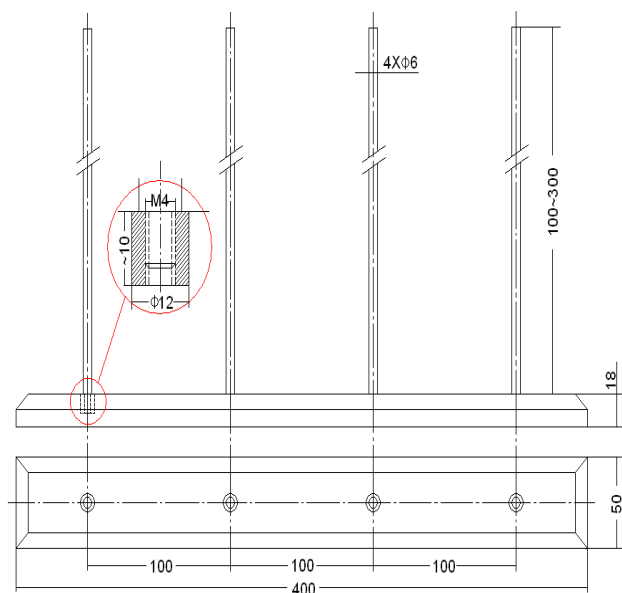
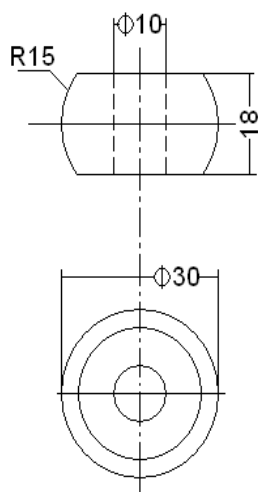

图6 鱼塘
图7 小鱼模型
4.7.1 在长400mm、宽50mm、厚18mm的木条上居中固定着4根直径6mm、高100~300mm的低碳钢棒，代表鱼塘，如图6所示。相邻钢棒的中心距为100mm。有10个直径30mm、高18mm的腰鼓形圆柱，重约10g，代表“小鱼”，如图7所示。每个圆柱的轴向钻有直径10mm的通孔。10个圆柱分别套在4根钢棒上，可能会有多种分布方式。木条用双面胶固定在某一拼装块上。机器人需要进入该任务拼装块，把小鱼取下放到自己身上，垂钓时掉落在地面的小鱼不能再取。